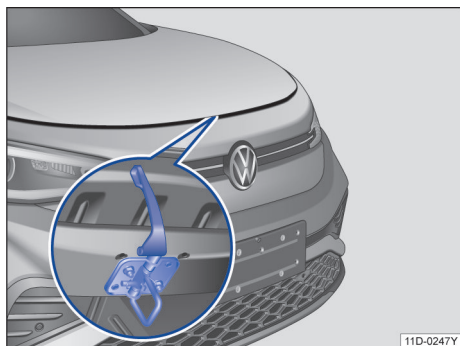

图 152 散热器格栅上方用于打开前舱盖的拉杆
- 拨动前舱盖前部中央的开启拉杆，抬起前舱盖并将其打开→图 152→▲